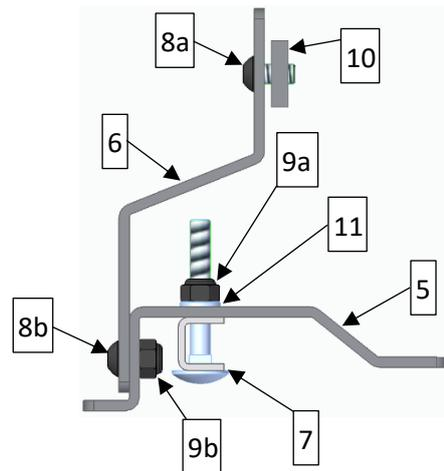

Abbildung 1
Vorab müssen die acht Anbauteile (Verbindungssteile zwischen Fahrzeug und Dachgepäck-Reling) vormontiert werden. Dafür werden jeweils folgende Teile benötigt und wie in Abbildung 1 zusammengeschraubt. Die Schrauben bei den Nutensteinen (8a) müssen vorerst nur drei bis vier Gewindgänge und die Muttern bei der Fixationsplatte dürfen maximal bis zur Hälfte des Gewindes eingeschraubt werden (Zwischen Adapterblech (5) und Muttern (9a) kommt jeweils eine Unterlegscheibe (11)):